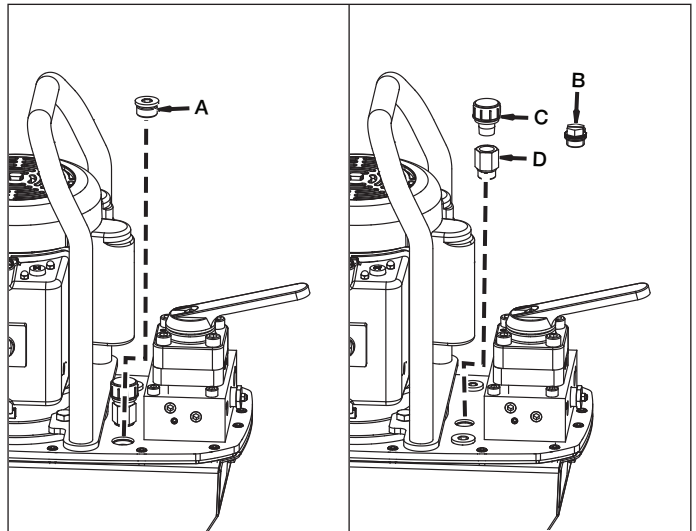

图 3: 油箱的加油塞和呼吸器
如油位低,请从泵盖板上将加油塞 (A) 取下,并加注液压油。请见图 3。请注意 ZW2 的多个型号包含有一根加油延长管,如图 1 所示。
泵盖板上安装有一个运输塞帽 (B)。请见图 3。